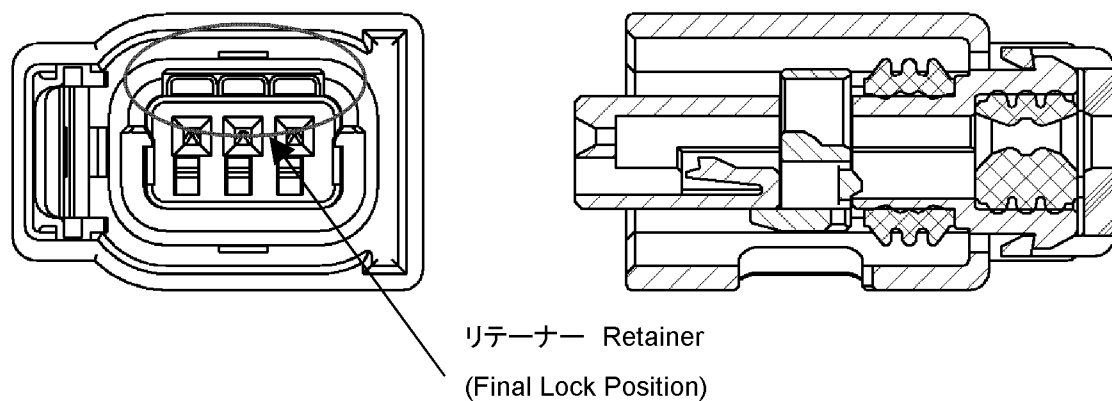

Fig.9
- (2) リテーナーが押し込めない場合は、無理に押し込まず、メス端子の挿入不足がないか再度確認し、完全に挿入して下さい (Fig.9 参照)。挿入不足のメス端子がある場合、リテーナーを押し込むこと
When Retainers can not be inserted, do not operate with force and must find half insertion contact. (Refer Fig.9) The half insertion contact prevents the retainers from inserting.
In case of Female Contact insertion or extraction, Retainer is extracted to Pre-Lock condition (see Fig.9). It is impossible to insert or extract the contacts with Retainer final lock condition.
- (1) リテーナーが仮係止状態になっていることを確認します。万一、本係止状態になっている場合は、仮係止状態にしてください(参照 Fig.9)。本係止状態では端子の引き抜きはできません。
Confirm Retainers are in Pre-Lock condition. In case of Final Lock condition, it is necessary to move it to Pre-Lock condition (see Fig.9). It is impossible to extract the contacts under Final Lock condition.